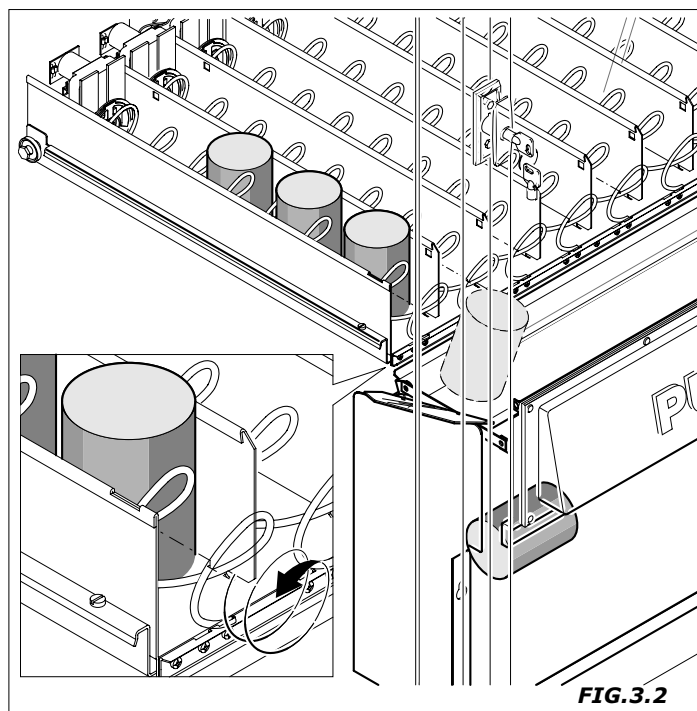

FIG.3.2
- il motore relativo alla spirale nella quale si trova il prodotto prescelto, effettua una rotazione completa (360°) facendo cadere il prodotto stesso nel vano di prelievo (Fig.3.2).